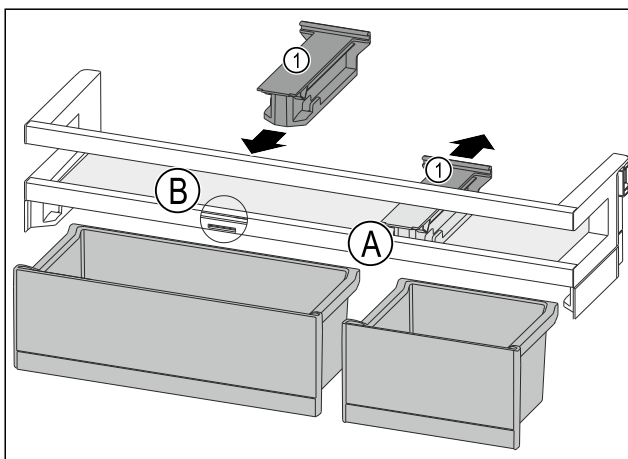

Fig. 184
- ▶ Húzza hátra a tartóelemet Fig. 184 (1) pozícióba Fig. 184 (A).
- ▶ Helyezze be a tartóelemet Fig. 184 (1) pozícióba Fig. 184 (B).